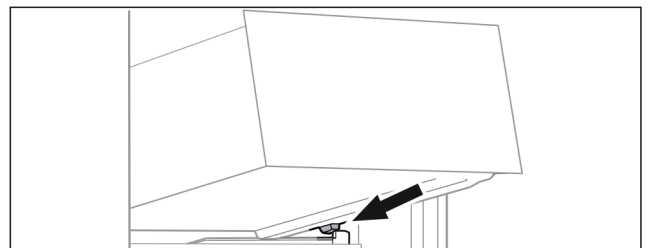

Fig. 70
- ▶ Lade schuin achter de stoppers op containerrib plaatsen. (zie Fig. 70)